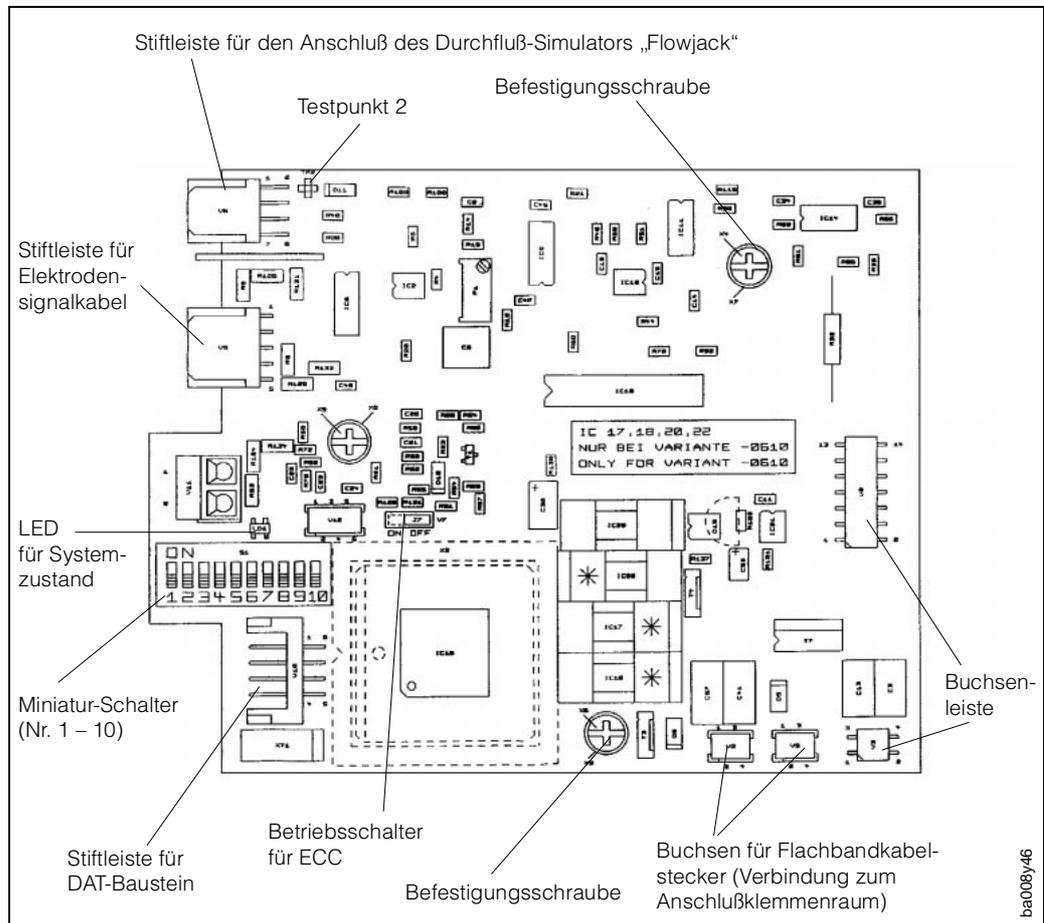

Abb. 44
- Zusätzlich befindet sich auf der Verstärker-Platine des Promag 30 eine LED (siehe Abb. 44). Solange das Meßsystem normal funktioniert, leuchtet diese Diode. Im Fehlerfall oder bei Netzausfall erlischt die Diode und zeigt so eine Fehlfunktion an.
5. Kabelplatine des abgeschirmten Elektroden-Signalkabels von der Meßverstärkerplatine abziehen (s. auch Abb. 44: V5).
8. Flachbandkabel-Stecker (Verbindungskabel zum Anschlußklemmenraum) von der Meßverstärkerplatine abziehen (s. auch Abb. 44: V8, V9).
10. Falls erforderlich, DAT-Baustein von der betreffenden Stiftleiste (Abb. 44: V10) auf der Meßverstärkerplatine abziehen: